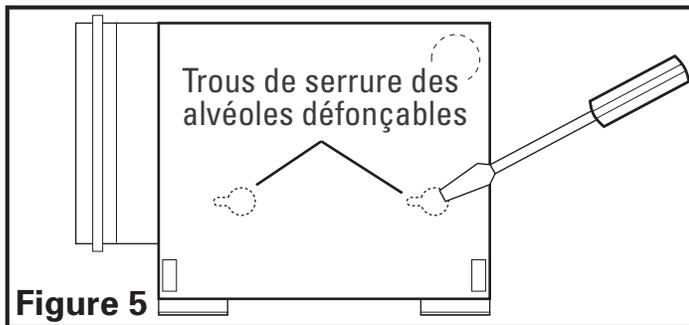

Figure 5
- 2a. **Installation à l'aide des trous de serrure :** En vous servant d'un tournevis à lame plate, percez les deux trous de serrure des alvéoles défonçables du châssis qui seront fixées à la solive (**Figure 5**).